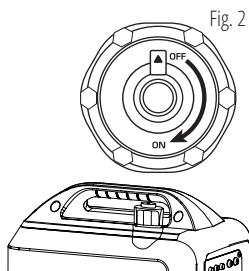

Fig. 2
3. Deschideți supapa de evacuare de pe bușonul de combustibil în poziția „ON” (fig. 2).